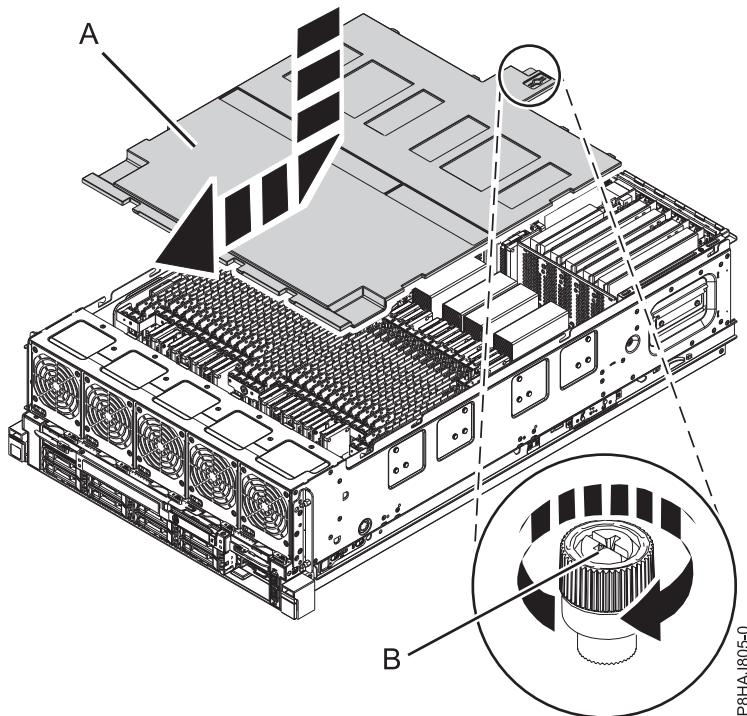

図 11. 安全カバーの再取り付け
2. 安全カバー (A) をシャーシ方向に押します。
3. つまみねじ (B) を、35 ページの図 11 に示されている方向に回転させて締めて、安全カバーをシャーシに固定します。